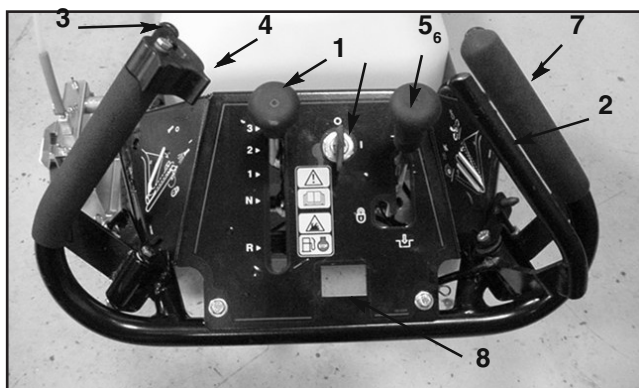

図12
前進3段階、後退1段階で切り替え可能です。希望する速度位置にセクタを動かしてください。(図12)
走行ドライブを ON にするには、レバーを前に倒して、右ハンド・グリップに押し付けるようにします(図12)。走行を停止するには、レバーから手を離します。
レバーを握り込む (左ハンド・グリップに押し付けるように) すると、ペイントの噴射が始まります(図12)。ペイントの噴射を停止するには、レバーから手を離します。
ペイント制御レバーについているラッチをつかうと、レバーの位置を固定することができます(図12)。長い線を引くときや、システムの洗浄を行う時に、このレバーを使用すると便利です。
レバーを後に倒すと駐車ブレーキが掛かります。レバーを固定穴 (ディテント) にセットすると駐車ブレーキとなります。レバーをディテントから外して前に倒すと駐車ブレーキが解除されます(図12)。
エンジンの始動はリコイル・スタータを引いて行いますが、その前にキーを ON 位置にセットしてください(図12)。キーを OFF 位置に回せばエンジンは停止します。
6. 始動キーを START 位置に回す (図12)。
ライン・ペインターには3種類の前進速度があります。1 は低速、2 は中速 (ペイント作業用)、3 は高速 (移動走行) です。(図12) R は後退です。